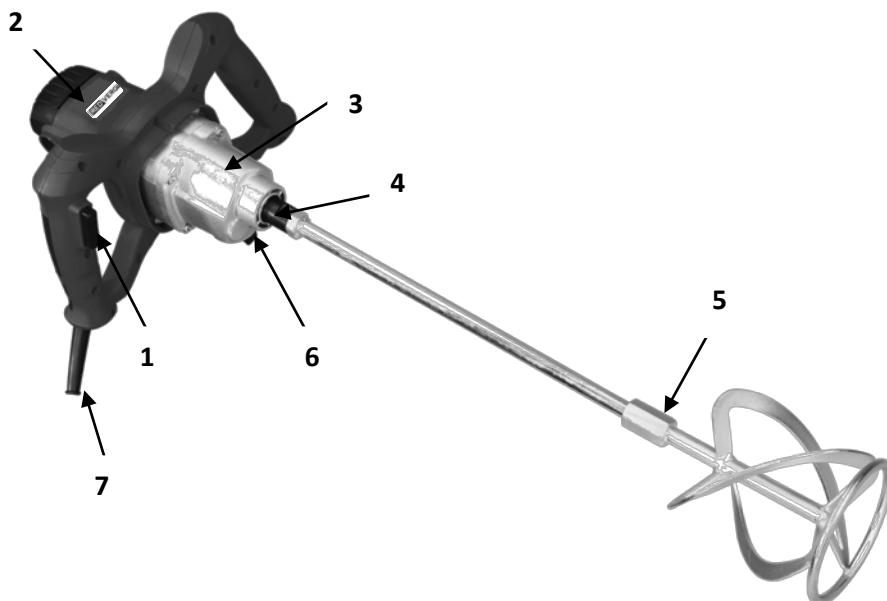

Рис. 1
2. Используя один гаечный ключ для фиксации соединительного патрона М14 (4); вторым ключом плотно прикрутите штангу насадки (5)(См. Рис.1) к соединительному патрону.
Чтобы включить миксер нажмите на пусковую клавишу (1)(См. Рис.1). Чем сильнее давить на клавишу, тем больше будет частота вращения.
Для выключения миксера отпустите пусковую клавишу (1)(См. Рис.1).
Кнопка фиксации пуска позволяет поддерживать максимальную частоту вращения патрона без необходимости постоянного нажатия на клавишу пускового выключателя (1)(См. Рис.1)
Чтобы выключить миксер, работающий в непрерывном режиме, достаточно еще раз нажать на клавишу пускового выключателя (1)(См. Рис.1).
Для переключения скорости поверните ручку переключателя режима скорости (7)(См. Рис.1) на 180°. Поворачивайте ручку выбора скорости только при выключенном электродвигателе.